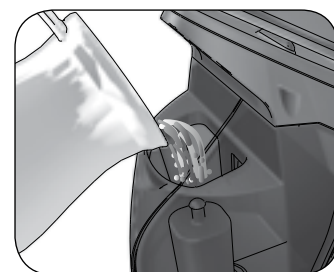

Fig. 4
Aprire il coperchio del serbatoio (C). Riempire il serbatoio con acqua naturale fresca (Fig. 4). Chiudere il coperchio del serbatoio (C).